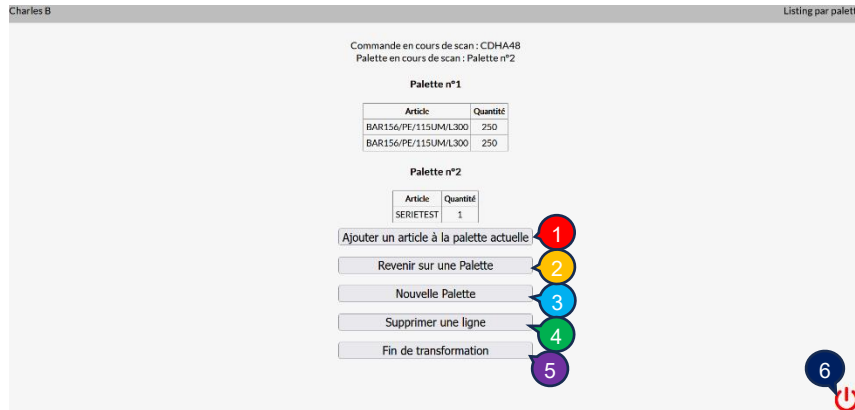

Figure 12 - Écran de listing des palettes
12 : Bouton qui vous mènera au menu de listing des palettes (voir Figure 12 p15).
14 : Bouton de validation qui vous mènera vers l'écran de listing des palettes (voir Figure 12 p15).
- 2** : Bouton qui vous ramènera vers l'écran de listing des palettes (voir Figure 12 p15).
1 : Bouton qui vous ramènera vers l'écran de listing des palettes (voir Figure 12 p15).